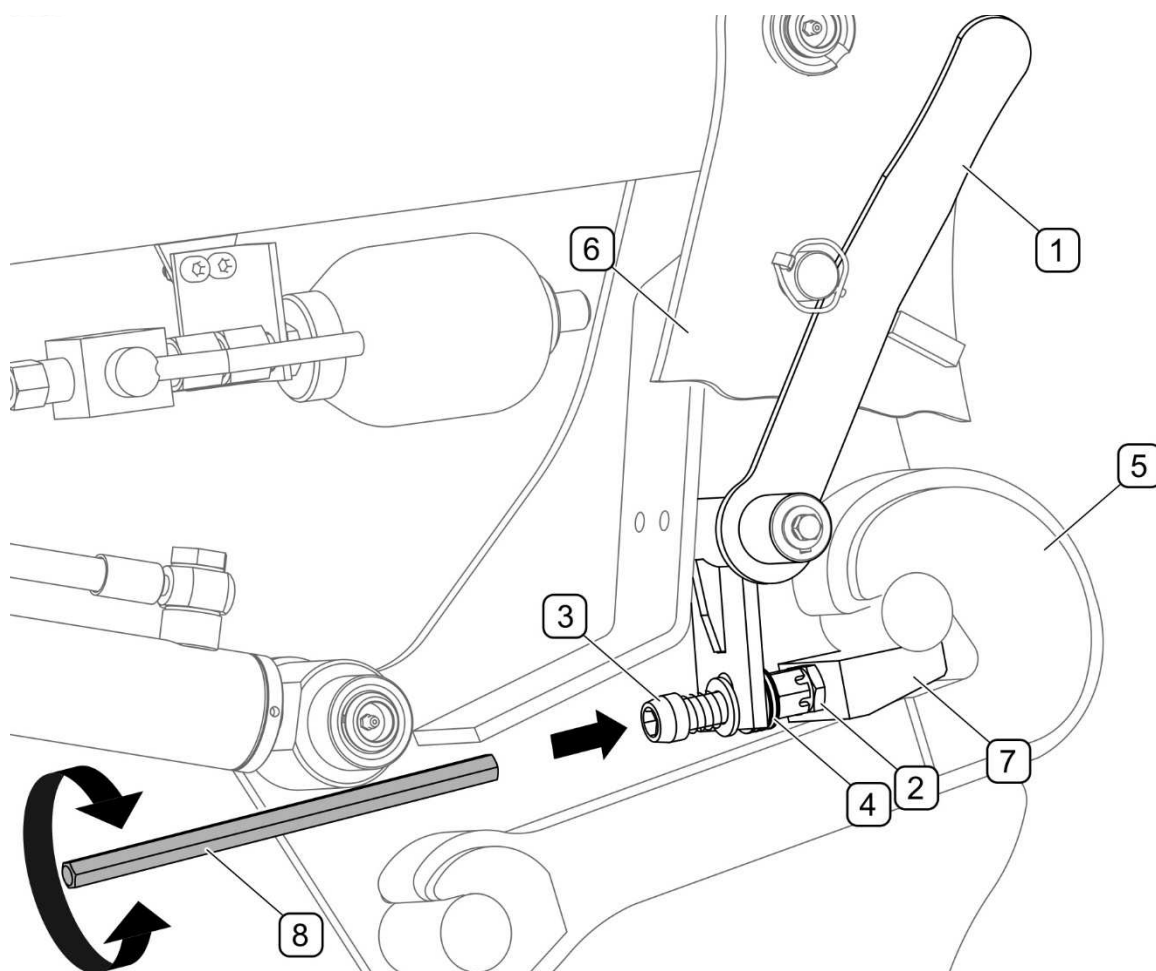

РИСУНОК 5.2 Регулировка замков быстрой сцепки
Если после агрегирования стрелы на опорной конструкции чувствуется свободное пространство на рычаге (1) или в закрытой позиции, необходимо приступить к регулировке замков (РИСУНОК 5.2). Проверку и регулировку нужно осуществлять для обоих замков, только когда стрела навешена на раму. Для регулировки рекомендуется использовать специальный ключ (8).